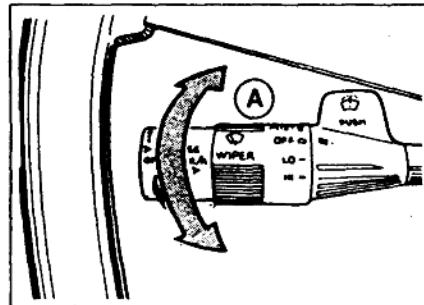

图1-7 风挡刮水器的控制
(2) 风挡刮水器的控制。风挡刮水器的控制旋钮在组合开关杆的端部它有下列4个档位,如图1-7所示。